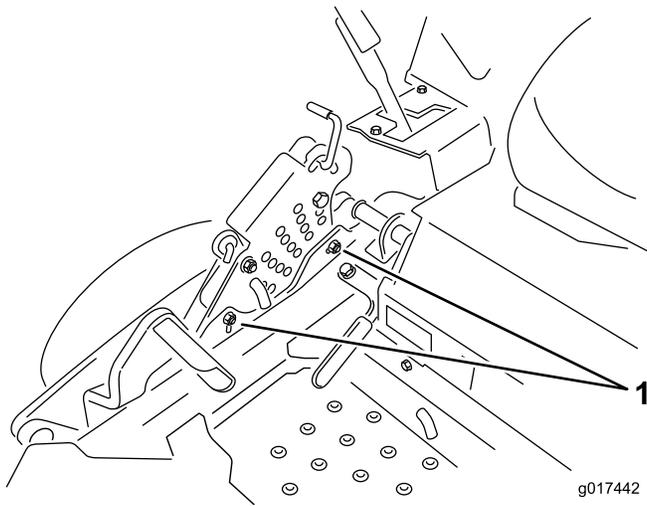

Figure 74
- Pour régler le système monopoint, desserrez les 2 boulons au bas de la plaque de hauteur de coupe (Figure 74).
14. Serrez les 2 boulons au bas de la plaque de hauteur de coupe (Figure 74). T